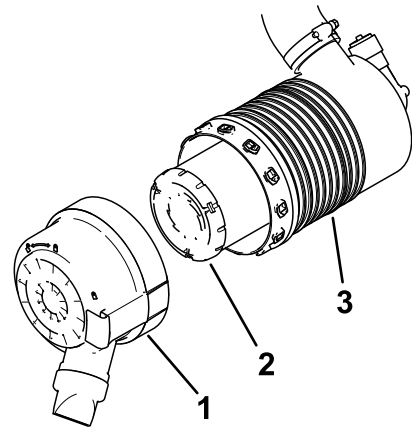

Figure 39
- Reposez le couvercle du filtre à air, en orientant le capuchon protecteur comme montré à la Figure 39, et refermez les verrous.